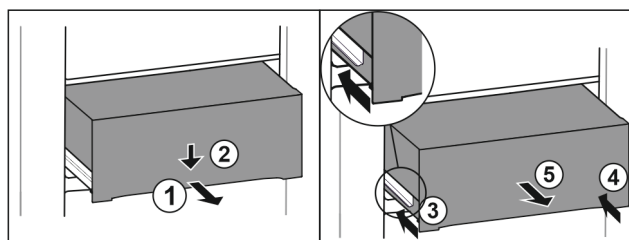

Fig. 168
- Витягніть ящик на половину. Fig. 168 (1)
- Спрямуйте висувний ящик вниз спереду. Fig. 168 (2)
- Вставте ліву рейку приблизно на 2 см. Fig. 168 (3)
- Вставте праву рейку приблизно на 2 см. Fig. 168 (4)
- Вийняти висувний ящик рухом вперед. Fig. 168 (5)